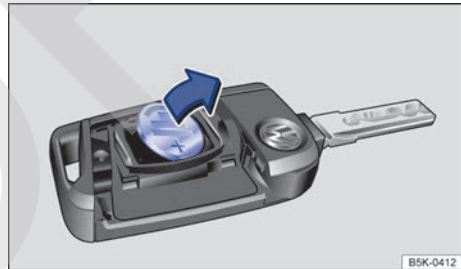

Fig. 27 Llave del vehículo: extraer la pila.
- Extraiga la pila de su compartimento haciendo palanca con un objeto fino adecuado \Rightarrow fig. 27.
- Coloque una pila nueva tal y como se muestra ⇒ fig. 27 y presiónela en el sentido contrario al de la flecha para encajarla en el compartimento ⇒ ⚠.